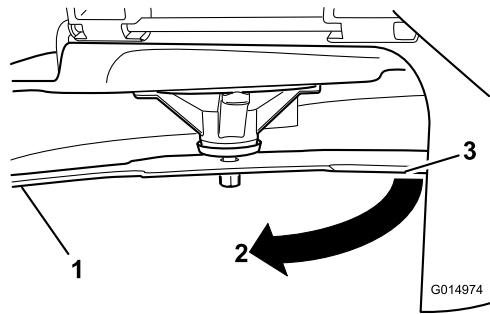

Figura 46
- Distancia medida entre la cuchilla y la superficie (A)
- Gire la misma cuchilla 180 grados de manera que el otro extremo esté en la misma posición (Figura 46).